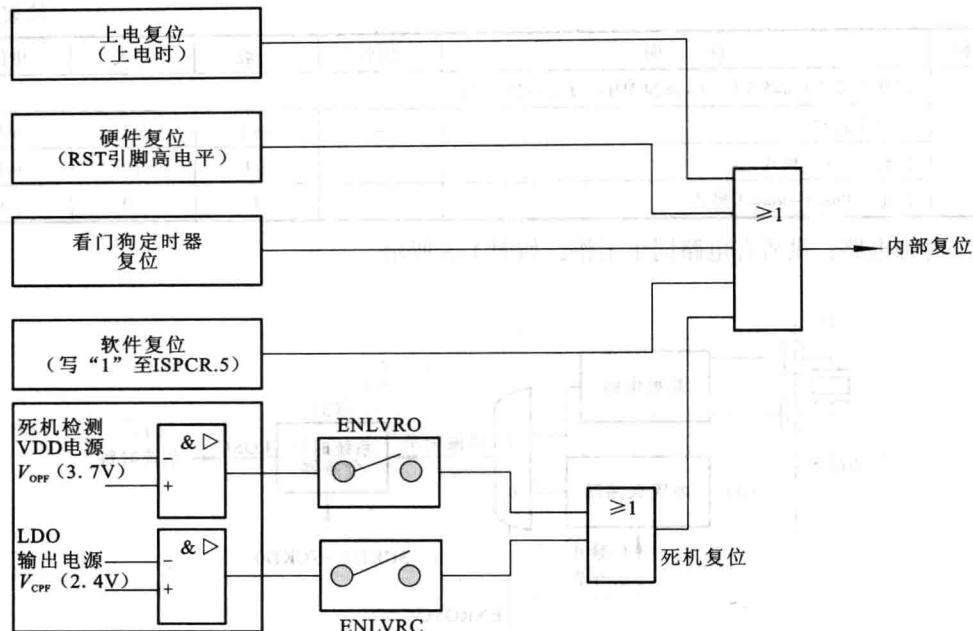

图 1-6 复位电路
3. 复位电路：可由内部或外部信号产生复位动作，令程序由地址 0x0000 开始执行，如图 1-6 所示。